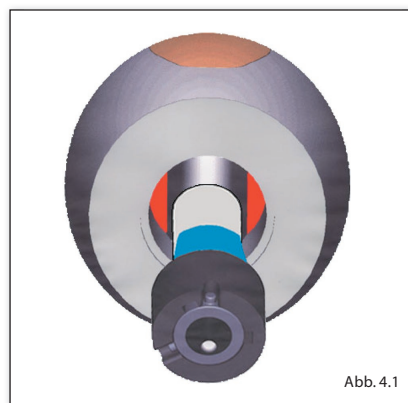

Abb. 4.1
Nehmen Sie jetzt die neue Lampe und schieben Sie diese von der Seite mit den Haltenuten durch die Fassung. Drehen Sie die Lampe so, dass beide Haltestifte des Lampensockels in den Haltenuten der Fassung versinken. Achten Sie darauf, dass Sie nicht mit bloßen Fingern den Glaskolben der Lampe anfassen oder wischen Sie diesen mit einem sauberen Tuch wieder ab. Nehmen Sie nun das Blinkergehäuse und halten Sie es mit der Gewindeöffnung nach oben. Drehen Sie die Fassung mit der Lampe so, dass die beiden Ausrichtestege (in Abb. 4.1 blau) der Fassung zwischen den im Blinkergehäuse sichtbaren halbmondförmigen Anlageflächen (in der Abbildung rot) hindurchgleiten können. Lassen Sie die Fassung mit dem Lampenglas nach unten in die Gewindebohrung gleiten. Nehmen Sie jetzt das Multifunktionssteil (4) und drehen Sie das Blinkergehäuse mit der Hand vorsichtig auf dieses auf. Wenn sich das Multifunktionssteil nicht einschrauben läßt, ist die Fassung nicht richtig im Blinkergehäuse ausgerichtet. Richten Sie in diesem Fall die Fassung mit Lampe neu aus. Drehen Sie das Blinkergehäuse wieder, wie oben beschrieben, auf das Multifunktionssteil. Wenn der Gewindeteller bündig mit dem Blinkergehäuse abschließt, setzen Sie einen 10 mm Maulschlüssel an den Schlüsselflächen des Multifunktionssteiles an und schrauben das Multifunktionssteil fest. Schieben Sie jetzt den Blinker wieder bis zur Hälfte des Befestigungsgummis in den Lenker und verfahren Sie weiter, wie in Kap. 3.4 beschrieben. Vergessen Sie nicht die abschließende, exakte Ausrichtung des Blinkers.